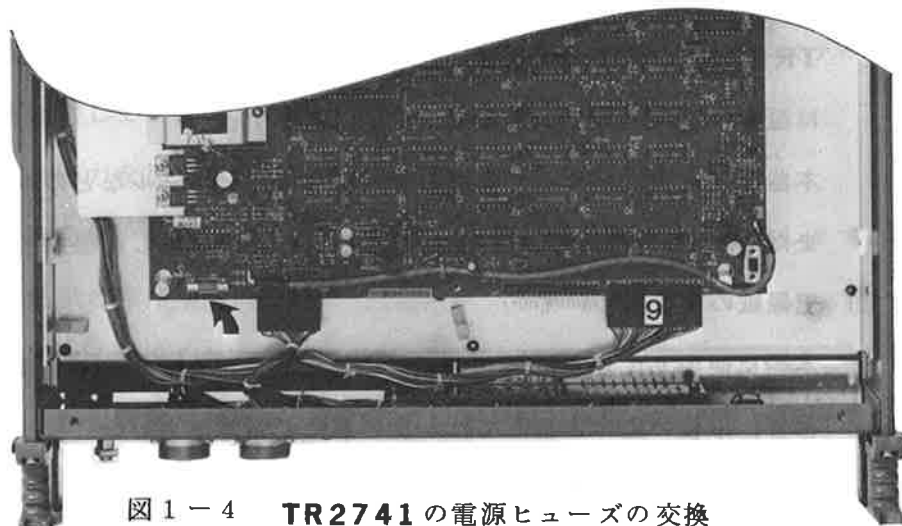

図 1-4 **TR2741** の電源ヒューズの交換
(4) ヒューズの交換
**TR2741**の電源ヒューズは、内部のプリント板上に金具で取付けてあります。〔図 1-4〕を参照して下さい。ヒューズはプリント板に垂直な方向に引上げますと外れます。取付ける場合は上から押込んで下さい。